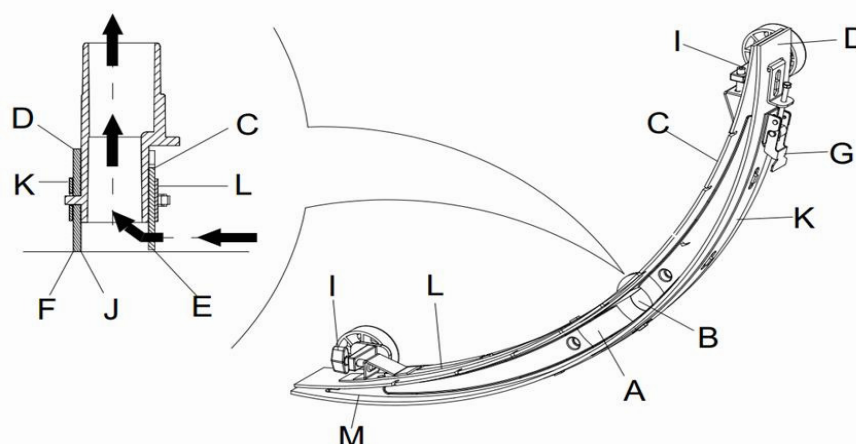

Figura 10
2. Premere l'interruttore (38) in posizione "O" per spegnere l'apparecchio.
3. Svitare il pomo di fissaggio (16) del tergilavaggio; staccare il connettore che collega il tubo di drenaggio del tergilavaggio, e staccare il tergilavaggio.
4. Usare la manopola di sollevamento del tergilavaggio (14) per sollevare il telaio di supporto del tergilavaggio.
5. Pulire il tergilavaggio (**Figura 10**). Pulire in particolare la scanalatura (**A, Figura 10**) e rimuovere sporcizia e frammenti dal tubo di aspirazione. Verificare che la lama frontale del tergilavaggio (**C**) e la lama posteriore del tergilavaggio (**D**) siano intatte, e se ci sono bordi incrinati o fessure. Cambiarli se necessario (fare riferimento ai passi nella sezione successiva).
1. Seguire le modalità riportate nella sezione precedente per pulire il tergilavaggio (**Figura 10**).
2. Verificare il bordo (**E, Figura 10**) della lama frontale del tergilavaggio e il bordo (**F**) della lama posteriore del tergilavaggio (**D**). Lungo l'intera lunghezza, dovrebbero essere allo stesso livello. Altrimenti, regolarne le altezze attraverso la seguente procedura.
- Allentare la manopola (I) per regolare la lama anteriore (C); stringerla dopo la regolazione.
3. Verificare se la lama frontale (C) e la lama posteriore del tergipavimento (D) sono intatte e se vi sono incrinature o fessure. Se necessario, cambiarle nel seguente modo. Verificare se il bordo frontale della lama posteriore (J) è usurato. Se usurato, può essere installato capovolto (il bordo superiore deve essere intatto). Se anche il bordo superiore è usurato, sostituirlo seguendo la procedura qui di seguito:
- Allentare il gancio (G) per far sì che la lama di pressione si separi dalla staffa (M), togliere la barra di aggancio (K), quindi cambiare o capovolgere la lama posteriore (D) del tergipavimento. Re-installare la lama posteriore in ordine opposto a quello della rimozione.
- Allentare la manopola (I) e staccare la barra di aggancio (L), quindi cambiare la lama frontale del tergipavimento (C). Re-installare la lama frontale in ordine opposto a quello della rimozione. Dopo aver cambiato la lama (o averla capovolta), regolare il livello delle lame frontale e posteriore seguendo le procedure come descritto sopra.
4. Collegare il tubo di aspirazione (11) al tergipavimento.
5. Installare il tergipavimento e usare la manopola (16) per stringerlo, quindi collegare il tubo di aspirazione al tergipavimento.
6. Se necessario, regolare il tergipavimento per mezzo dell'apposita manopola di regolazione (20). (Far riferimento alle procedure di regolazione del bilanciamento del tergipavimento).